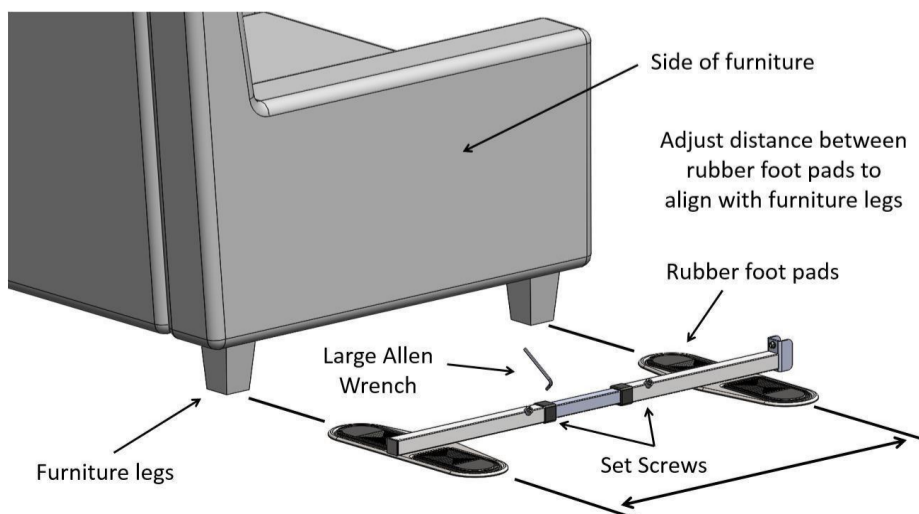

FIGURE 3
3. Positionnez les coussinets en caoutchouc à la même distance de l' espacement des pieds du meuble et serrez les vis de réglage avec la grande clé Allen comme illustré à la figure 3. Les pieds du meuble doivent être assis au centre des coussinets en caoutchouc.